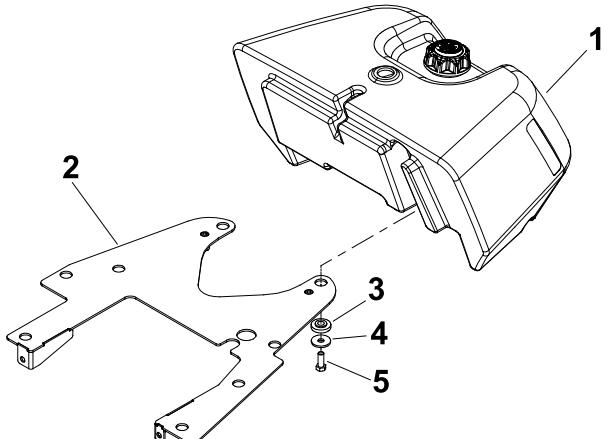

图5
1. 卸下将油箱固定至油箱安装板的 4 个平头螺丝、扁平垫圈和凸缘轴套（图5）。
- 使用之前卸下的平头螺丝、扁平垫圈和凸缘轴套，将燃油箱固定至油箱安装板上；请参阅卸掉油箱（页码 6）的图5。